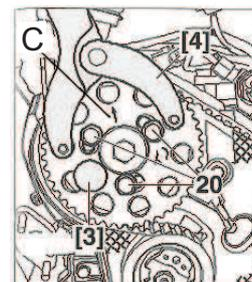

FIG. 5
- 3 Comprobar que la flecha c, situada en el árbol de levas esté orientada hacia la posición "12 horas" [FIG. 5].
- 4 Aflojar 90° los tornillos (20) de la rueda dentada del árbol de levas [FIG. 5] y los tornillos (21) de la rueda dentada de la bomba de inyección [FIG. 6].
- 1 Colocar los útiles de calado (3) y (5) para bloquear las ruedas dentadas del árbol de levas y de la bomba de inyección [FIG. 5 y 6]. A continuación, girar las ruedas en sentido horario hasta su tope.